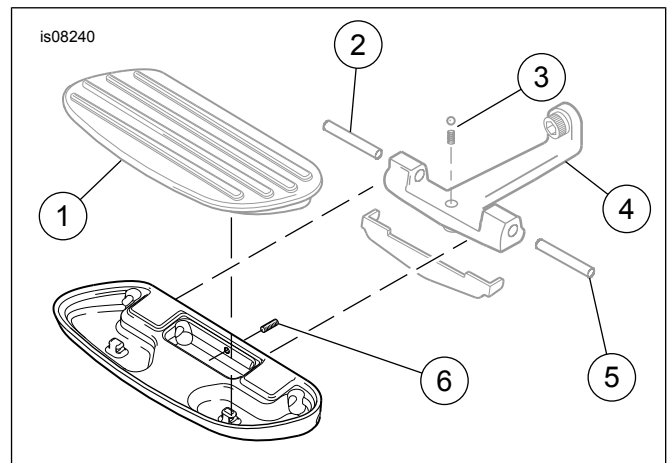

Figure 1. Pièces de rechange
Voir Figure 1 et Tableau 1.
4. Voir Figure 1. Placer le ressort de détente dans le trou du support et poser la bille d'acier au-dessus du ressort si elle ne s'y trouve pas déjà.